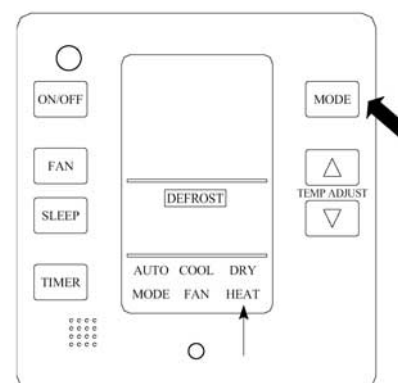

Fig. 10 TIMER
6. Selección del temporizador TIMER (Fig. 10)